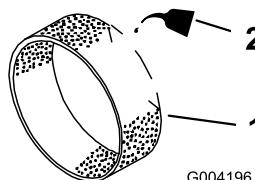

Figure 156
3. Imbibez le préfiltre de 3 à 6 cl d'huile (Figure 156).